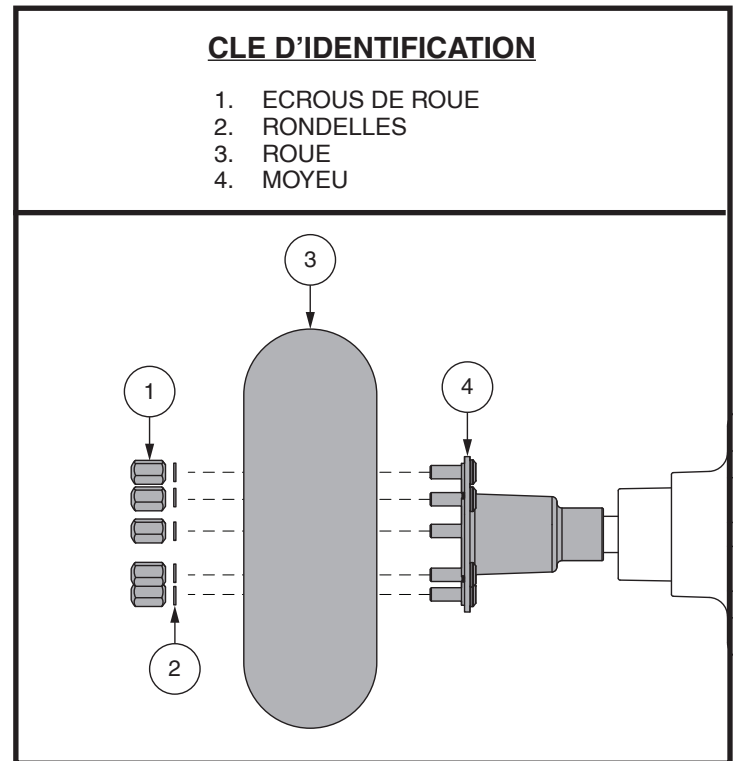

Figure 26. Enlèvement de la roue motrice
3. Retirez les écrous et les rondelles de roue du moyeu. **Voir la figure 26.**